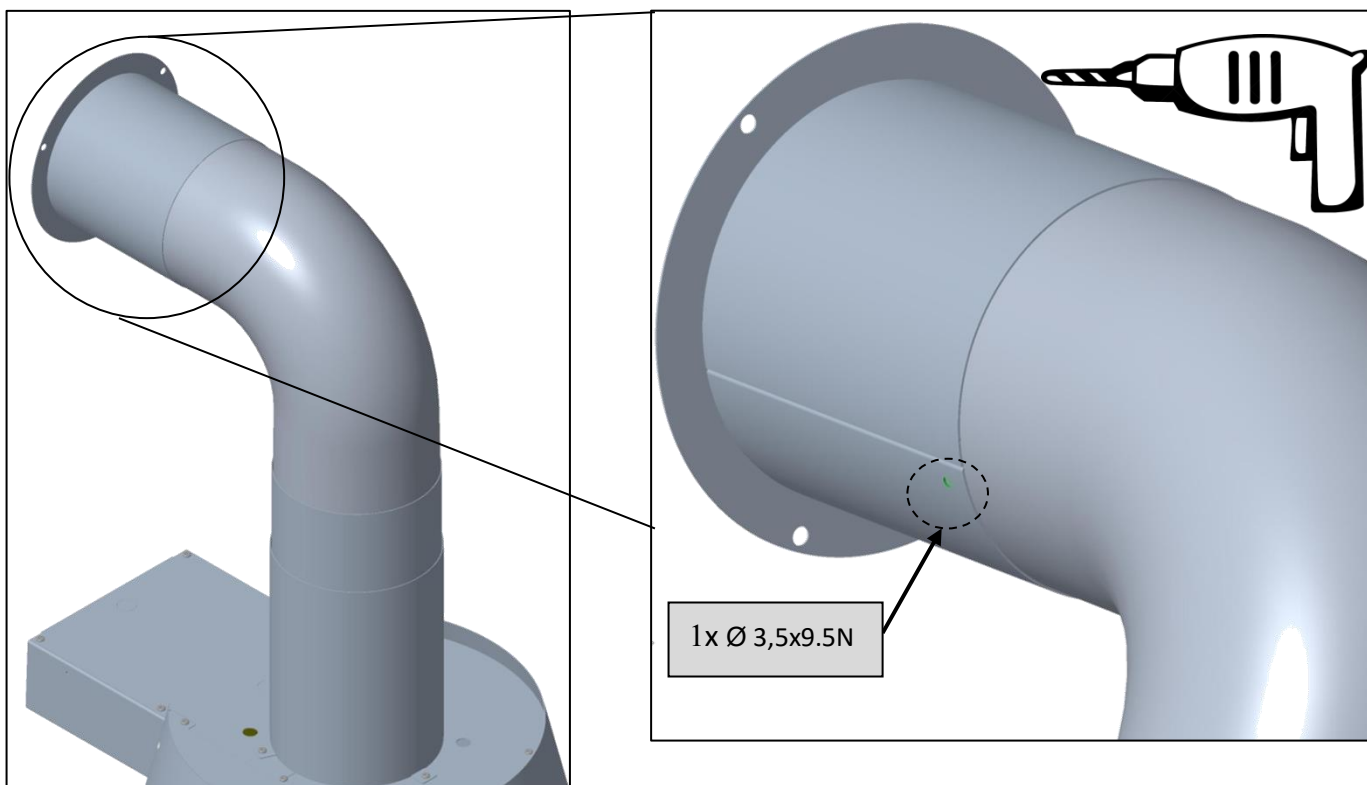

FIG. 12
- An outra extremidade do tubo de 90° deve ser inserida na conexão do flange de montagem na parede. Repita o procedimento de furação do tubo de 90° como feito anteriormente e una as duas partes por meio de um parafuso preto Ø 3,5x9,5N FIG.12.